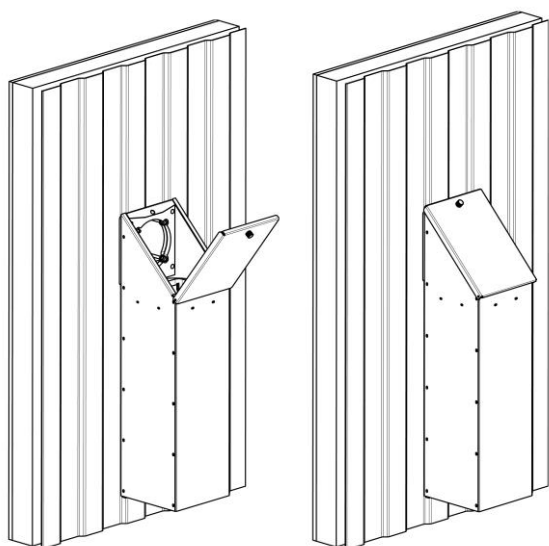

Рис. 18
3. Изготовьте гильзу длиной равной толщине стены плюс 10мм ( $L_{\text{гильза}} = \text{Толщина стены} + 10\text{мм}$ ), см. Рис. 18.
8. Подключите кабель в разъем вентиляционного блока. Закройте крышку и зафиксируйте ее, плотно притянув винтом, см. Рис. 18